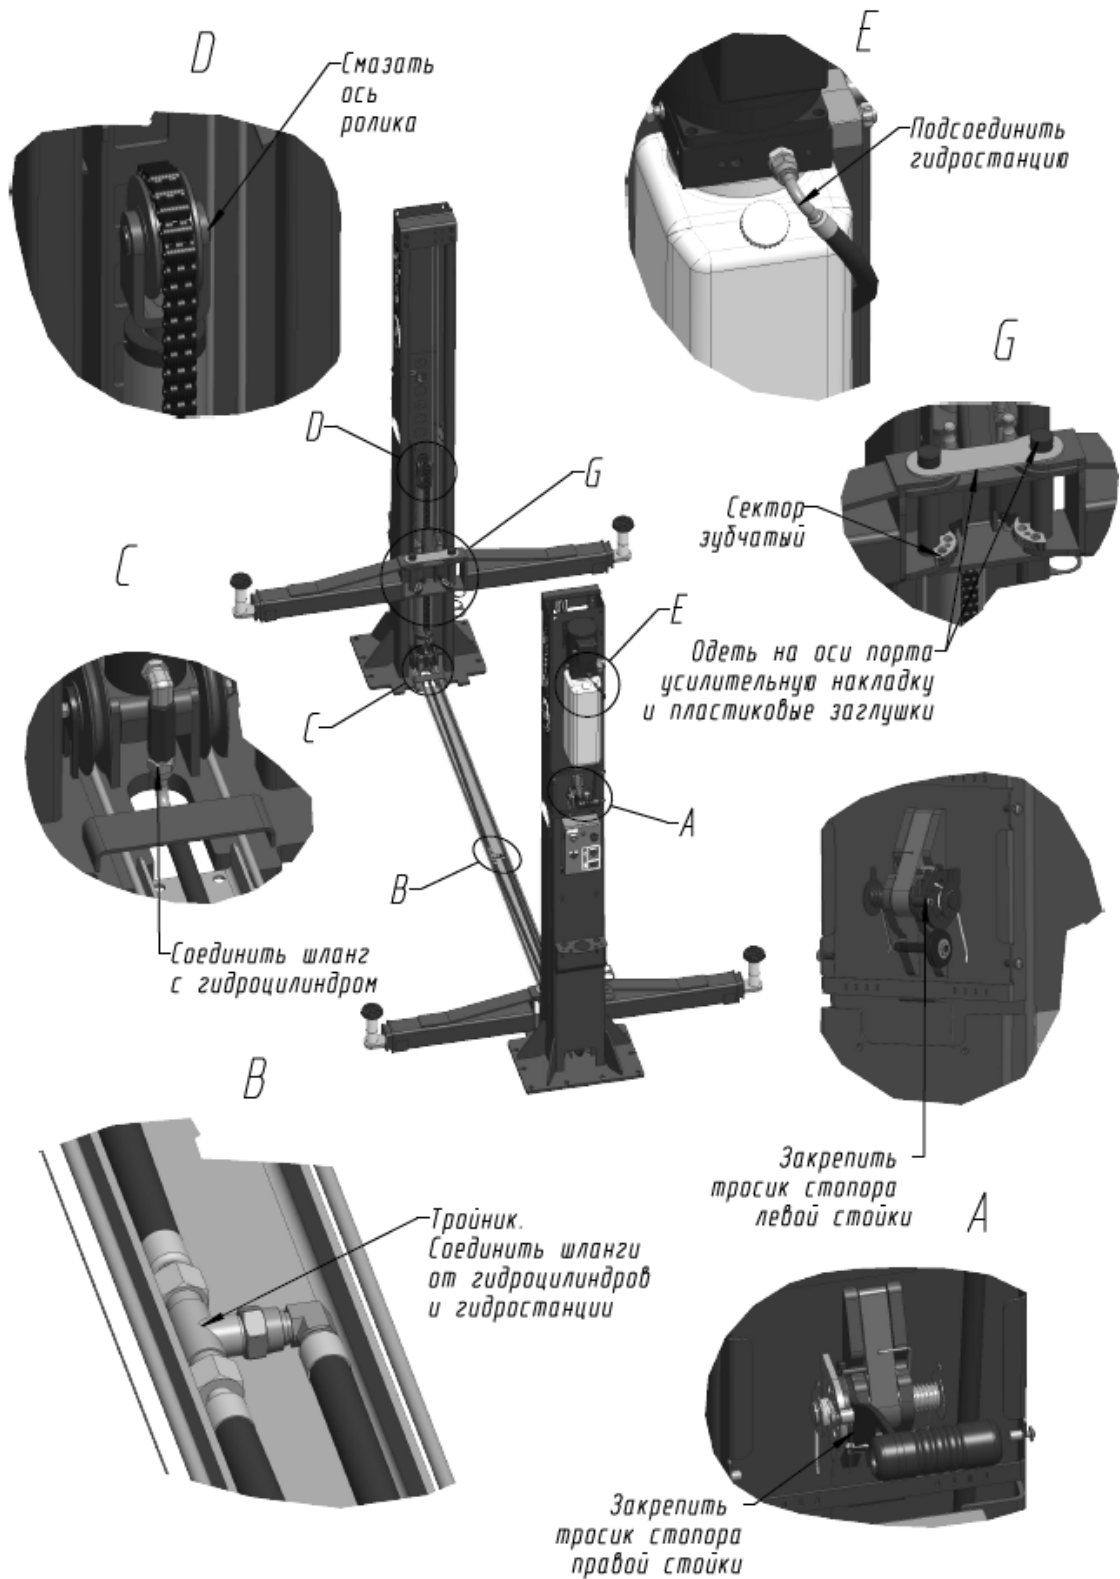

Рисунок 4 - Соединение рукавов высокого давления, точки смазки и крепление тросика стопорения.
6.5 Установить тросик системы стопорения (см. Рисунок 4). Для этого снять кожура правой и левой стойки. Тросик системы стопорения зафиксировать на барабане правой стойки (см. Рисунок 4, вид А). Другой конец тросика протянуть к барабану левой стойки – вниз, затем горизонтально с использованием отклоняющих блоков и вверх (перед барабаном левой стойки закреплен еще один отклоняющий блок). Выбрать слабинку тросика и зафиксировать его на барабане левой стойки.
6.12 Установить шайбы оси порта каретки 40,5x0,8. Затем установить подхваты на вваренные в каретки оси и зафиксировать, закрепив на нижней вилке подхвата зубчатые секторы. Убедиться, что подхваты опираются на шайбы оси. На оси портов кареток надеть усилительные накладки и заглушки оси порта каретки (пластик) (см. Рисунок 4). Эксплуатация подъемника без установки секторов и накладок не допускается.